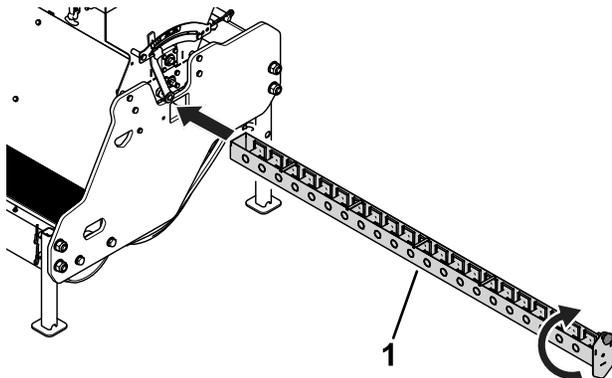

Figure 12
4. Faites pivoter le plateau de 90° et remettez-le dans la machine (Figure 12).